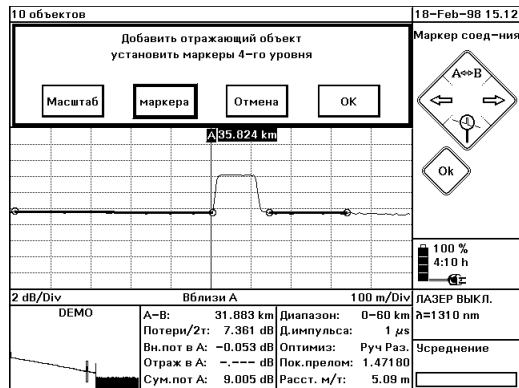

Рис. 38 Маркеры уровня для анализа вносимых затуханий
Маркеры уровня На рефлектограмме появятся четыре маркера уровня и запрос на их изменение (см. Рис. 38). С помощью этих маркеров уровня можно проанализировать вносимые затухания.
- 3 На рефлектограмме появятся четыре маркера уровня и запрос на изменение их положения (см. Рис. 38).